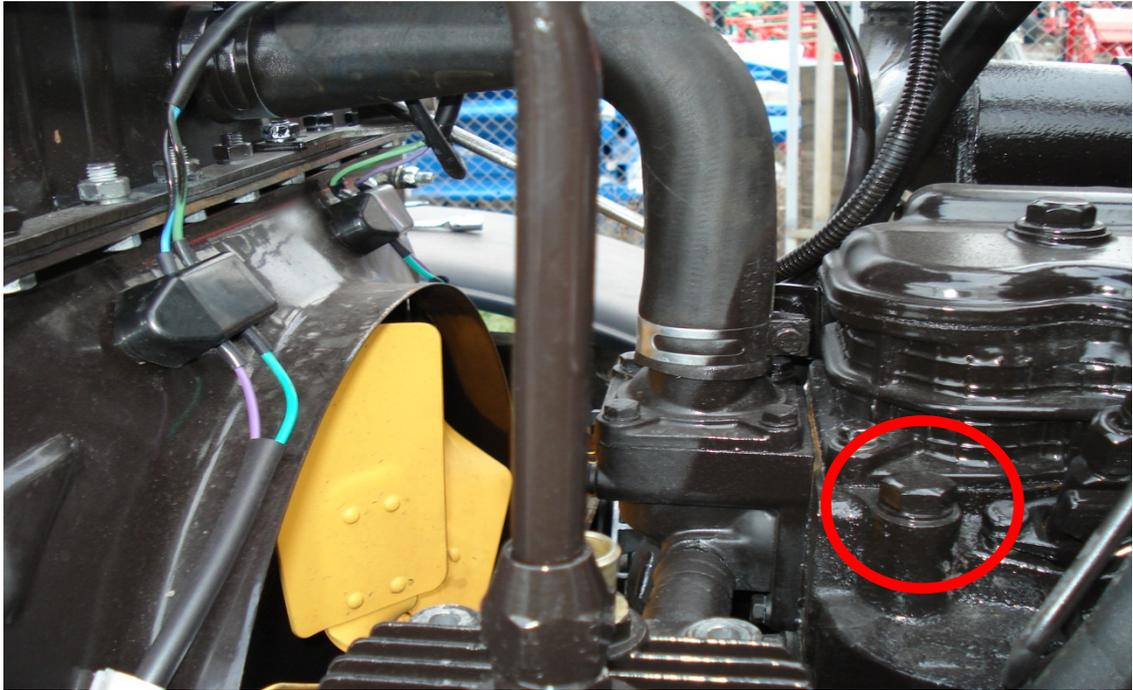

Рис.3
- 2.1. Открутить передний левый болт крепления головки блока цилиндров. (Рис. 3)